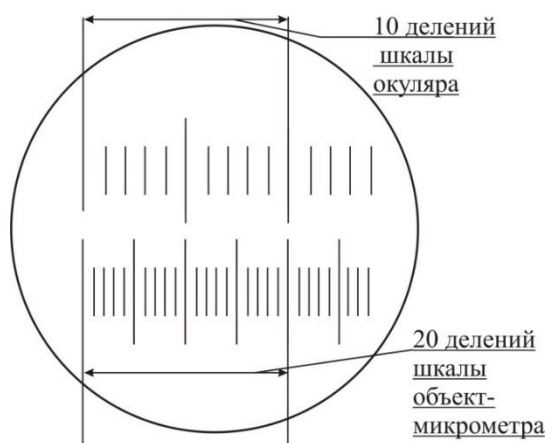

Рисунок 2 – Определение цены деления шкалы окуляра при использовании оптической системы
- совместить изображение шкалы объект-микрометра с изображением шкалы окуляра (рис. 2), что достигается перемещением предметного столика микроскопа и поворотом всего окуляра в окулярном тубусе.